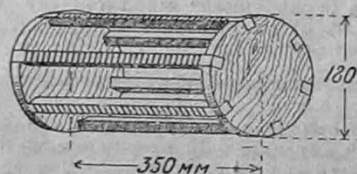

Рис. 4. Каркас катушки.
**Самондукция L.** Бронзовый канатик  $d=3-4$  мм., наматывается на цилиндр, устроенный нижеследующим образом. Из доски толщиной 10—15 мм. вырезаются два круга и соединяются шестью продольными перекладинами длиной 350 мм. и шириной, примерно, в 20 мм. Брусик надо презать в дыски, как показано на рис. 4, и закрепить клеем. Для удобства намотки канатика делаем на наружной стороне планок нарез в 10 мм.—это и будет шаг обмотки. Концы канатика продеваются в рассверленные отверстия боковых стенок. (Для удобства можно сделать клеммы). Число витков на таком цилиндре уложится 35. Не следует только забывать, что деревянный цилиндр должен быть сделан из сухого дерева и по изготовлении пропитан парафином. Желательно изготовление цилиндра из изоляционного материала.